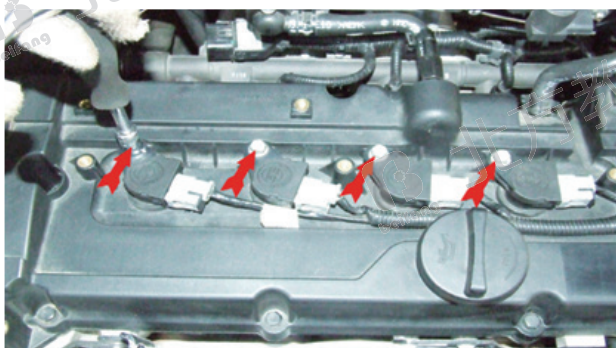

图 4
(4) 使用 10mm 套筒拆卸四个点火线圈固定螺栓，并将点火线圈取出。如图 4 所示。